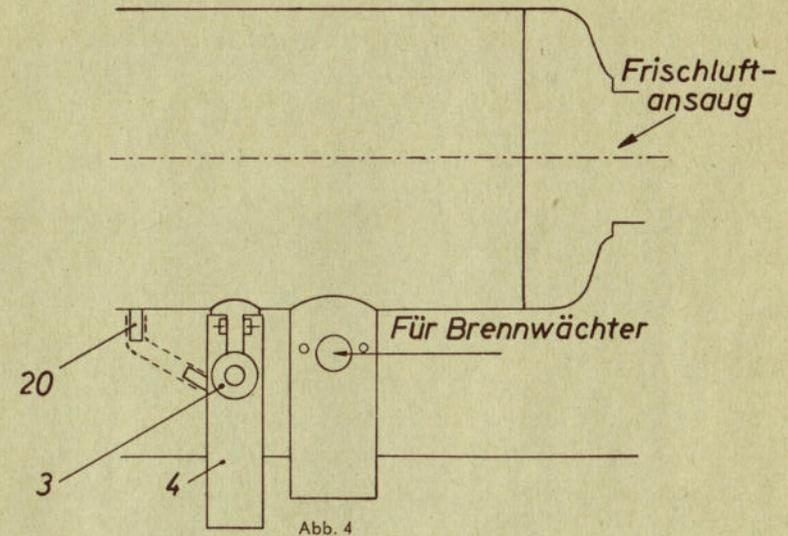

Abb. 4
tülle 3 (Abb. 4) gut abdichtend im Ausschnitt des Ansaugrohres sitzt. Das Ablaufröhrchen (20) wird durch den mitgelieferten Schlauch mit dem Verbrennungsluftansaugsutzen (4) verbunden. Falls durch zu tief liegenden Kastenboden nach dem Befestigen der Verlängerungsrohre die nötige Bodenfreiheit nicht mehr gewährleistet ist, können diese entsprechend verkürzt werden. Hierbei ist zu beachten, daß das stärkere Abgasrohr um 35 mm kürzer als das Ansaugrohr bleibt. Auf jeden Fall müssen aber die beiden Rohre durch den Kastenboden geführt werden. Damit evtl. beim Nachfüllen verschüttetes Öl ablaufen kann, ist in den Kastenboden etwa unterhalb des Einfüllstutzens des Ölbehälters ein kleines Loch von ca. 10 mm ϕ zu bohren.